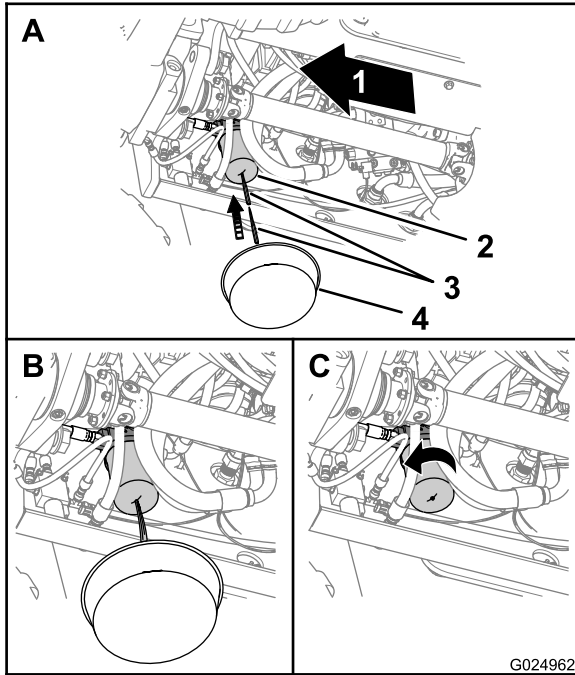

Figure 102
1. Placez un bac de vidange sous le filtre à huile de transmission (Figure 102).
2. Percez le fond du filtre à huile de transmission et vidangez le restant de liquide hydraulique dans le bac de vidange (Figure 102).
3. Déposez le filtre à huile de transmission à l'aide d'une clé à filtre, et mettez le filtre au rebut (Figure 102).
6. Posez le filtre neuf à la main et serrez-le de 1/2 à 3/4 de tour une fois qu'il touche la tête de filtre (Figure 102).